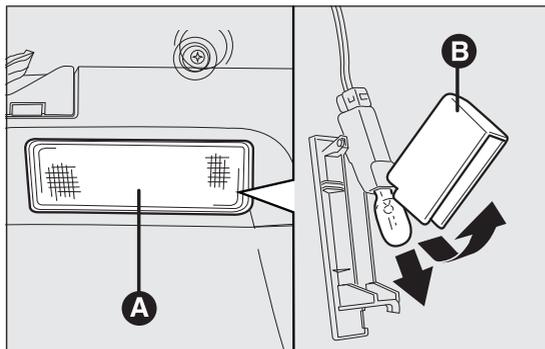

fig. 156
- estrarre la plafoniera A fig. 156 facendo leva nel punto indicato dalla freccia.